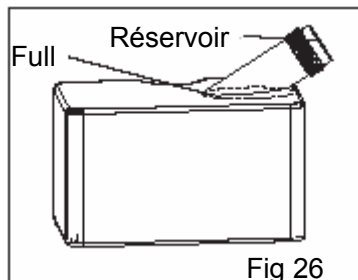

Fig 26
- Lorsque vous remplissez le réservoir de carburant, assurez-vous de remplir jusqu'au niveau indiqué (Fig 26).